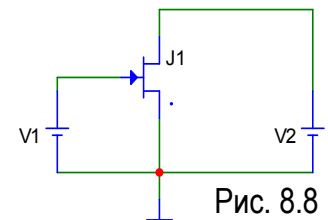

Рис. 8.8
- собрать схему (рис. 8.8) для получения статических ВАХ заданного типа полевого транзистора;